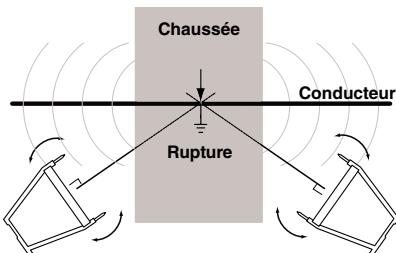

Figure 13 – Localisation sous chaussée
- Si la surface de chaussée est relativement petite, le récepteur peut être utilisé en périphérie de la zone. Il s'agit de tourner le récepteur d'un côté à l'autre, et lorsque ses flèches et bips sonores oscillent, de projeter une ligne perpendiculaire au centre du récepteur A-Frame. Faites de même à partir de plusieurs points autour de la zone de rupture anticipée. Les perpendiculaires devraient toutes interceper un même point. Ce point se trouvera à l'aplomb de la rupture visée. A noter que cette méthode de localisation est moins précise que le positionnement du récepteur à l'aplomb du conducteur (*Figure 13*).